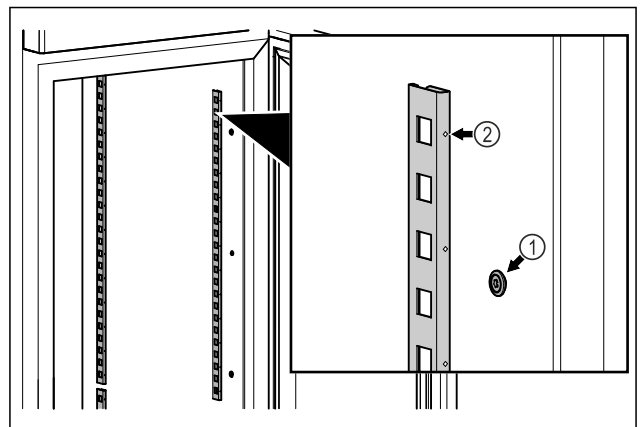

Fig. 48 Reprezentare exemplificativă
- ▶ Acroșați barele de prindere în sistemul de suspendare Fig. 48 (1). Marcajul Fig. 48 (2) trebuie să fie orientat spre înainte.